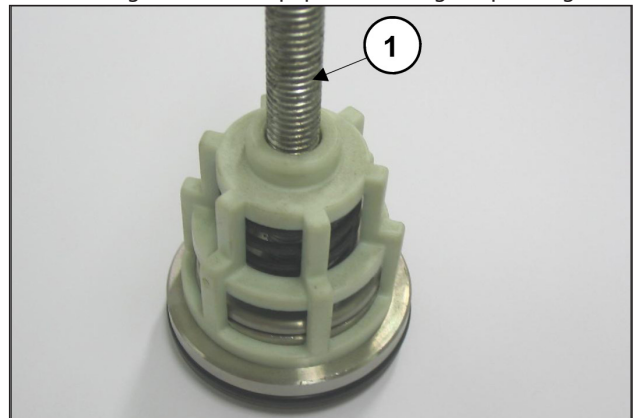

Fig. 17
- Démontez les groupes de la soupape d'aspiration et de refoulement en vissant une vis M10 suffisamment longue, de sorte à pouvoir agir sur le plateau des soupapes et à extraire le guide de la soupape de son siège (rep. ④, Fig. 17).